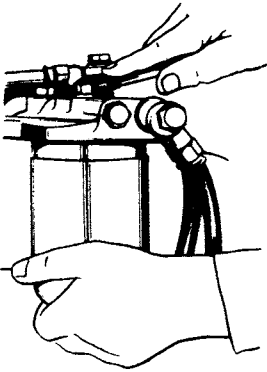
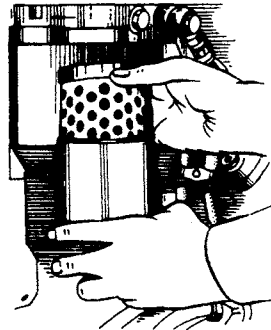

Рис. 72. Вывертывание болта крепления колпака
Рис. 73. Замена фильтрующего элемента
2. Отвернуть болт крепления колпака фильтра (рис. 72), снять колпак, удалить старый фильтрующий элемент (рис. 73) и вылить остатки топлива.